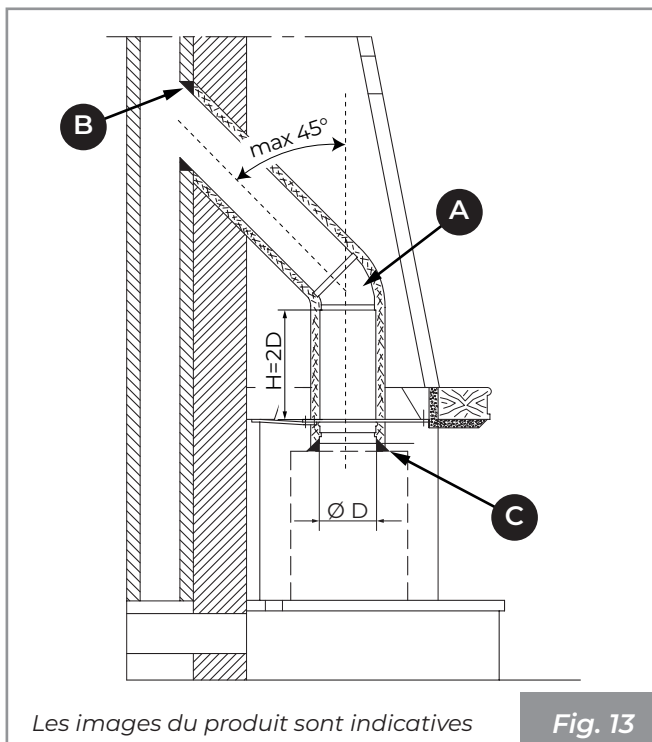

Fig. 13
Le conduit de raccordement (A - Fig. 13) entre le foyer et la cheminée devra avoir la même section que la sortie des fumées de l'appareil, indiquée dans la fiche technique « 4.3 Caractéristiques techniques » sur la page 103.
**a) Raccordement direct entre Ecopalex et le conduit de fumée.** Dans certains cas, il est nécessaire d'adapter le trou préexistant dans l'avaloir (ou d'en réaliser un nouveau) afin de faciliter le passage du conduit de fumée (A - Fig. 13).
Une installation correcte du conduit de fumée entre l'appareil et la cheminée doit être étanche, en scellant, avec un matériau adapté aux hautes températures, tous les joints d'union (B, C - Fig. 13).